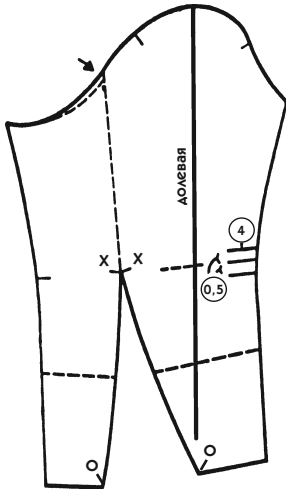

Рис. 361
5. Расхождение появится на нижней половинке по линии оката рукава. Исправьте ее, как показано на рис. 361 (см. толстую стрелку).
2. По обе стороны от этого отрезка, параллельно ему и на расстоянии 1,5 см от него проведите 2 таких же прямых отрезка (рис. 361 и 362).
1. *Укорочение средней длины рукава* до трех четвертей составляет 12—15 см. На лекале проведите пунктирные линии на этом расстоянии параллельно линии низа рукава (см. рис. 361 и 362).
2. *Вытачка от локтевого среза.* Можно ограничиться выполнением тех же трех маленьких вытачек, которые показаны на рис. 361 и 362, но часто более предпочтительным оказывается выполнение одной-единственной, но более глубокой складочки.